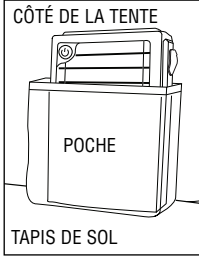

Fig. 4
5. Posez le bloc d'alimentation dans la poche cousue sur le côté de la tente. (Fig. 4)